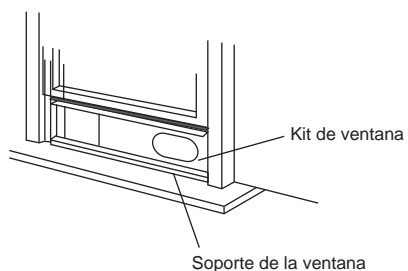

Imagen 10
3. Corte la espuma aislante (adhesiva) en la longitud correcta y adhiérala al tope superior de la ventana (imagen 10).